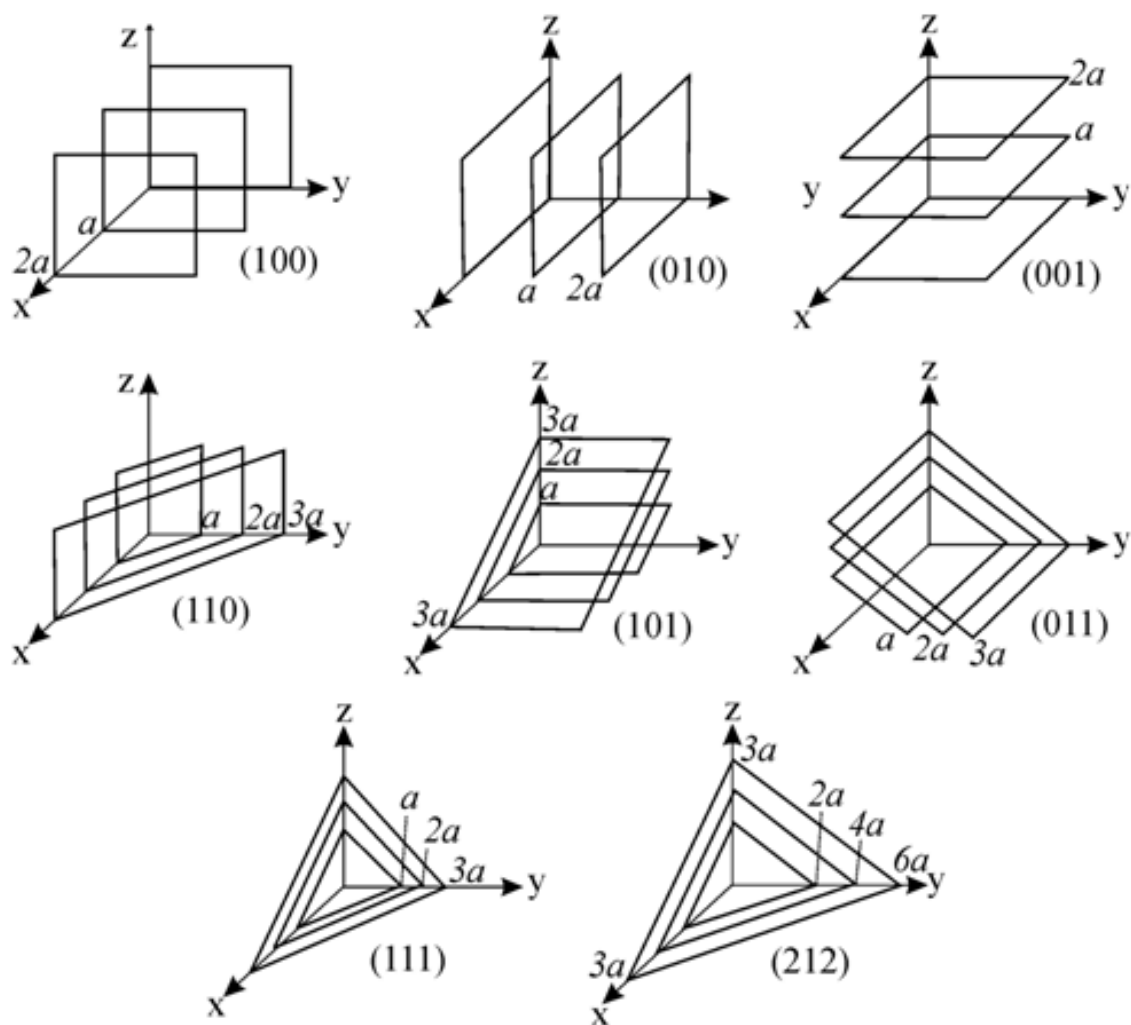

Рис. 2. Символы основных плоскостей в кубической решетке
Определение индексов Миллера. Индексы Миллера выглядят как три взаимно простых целых числа, записанные в круглых скобках: (111) , (101) , (110) , ... Семейство параллельных кристаллографических плоскостей характеризуется тремя простыми числами (hkl) – индексами Миллера, которые удовлетворяют соотношению: $(a/x):(b/y):(c/z) = h:k:l$, где x, y, z – длины отрезков, отсекаемых плоскостью (hkl) , ближайшей к началу координат, на осях, параллельных ребрам элементарной ячейки. Если плоскость пересекает ось в области отрицательных значений, координат, то над соответствующим индексом Миллера ставится черта. Индексы Миллера $(h\ k\ l)$ определяют кристаллографическую ориентацию плоскости, т.е. они задают семейство параллельных плоскостей. На рис. 2 приведены символы основных плоскостей в кубической решетке.